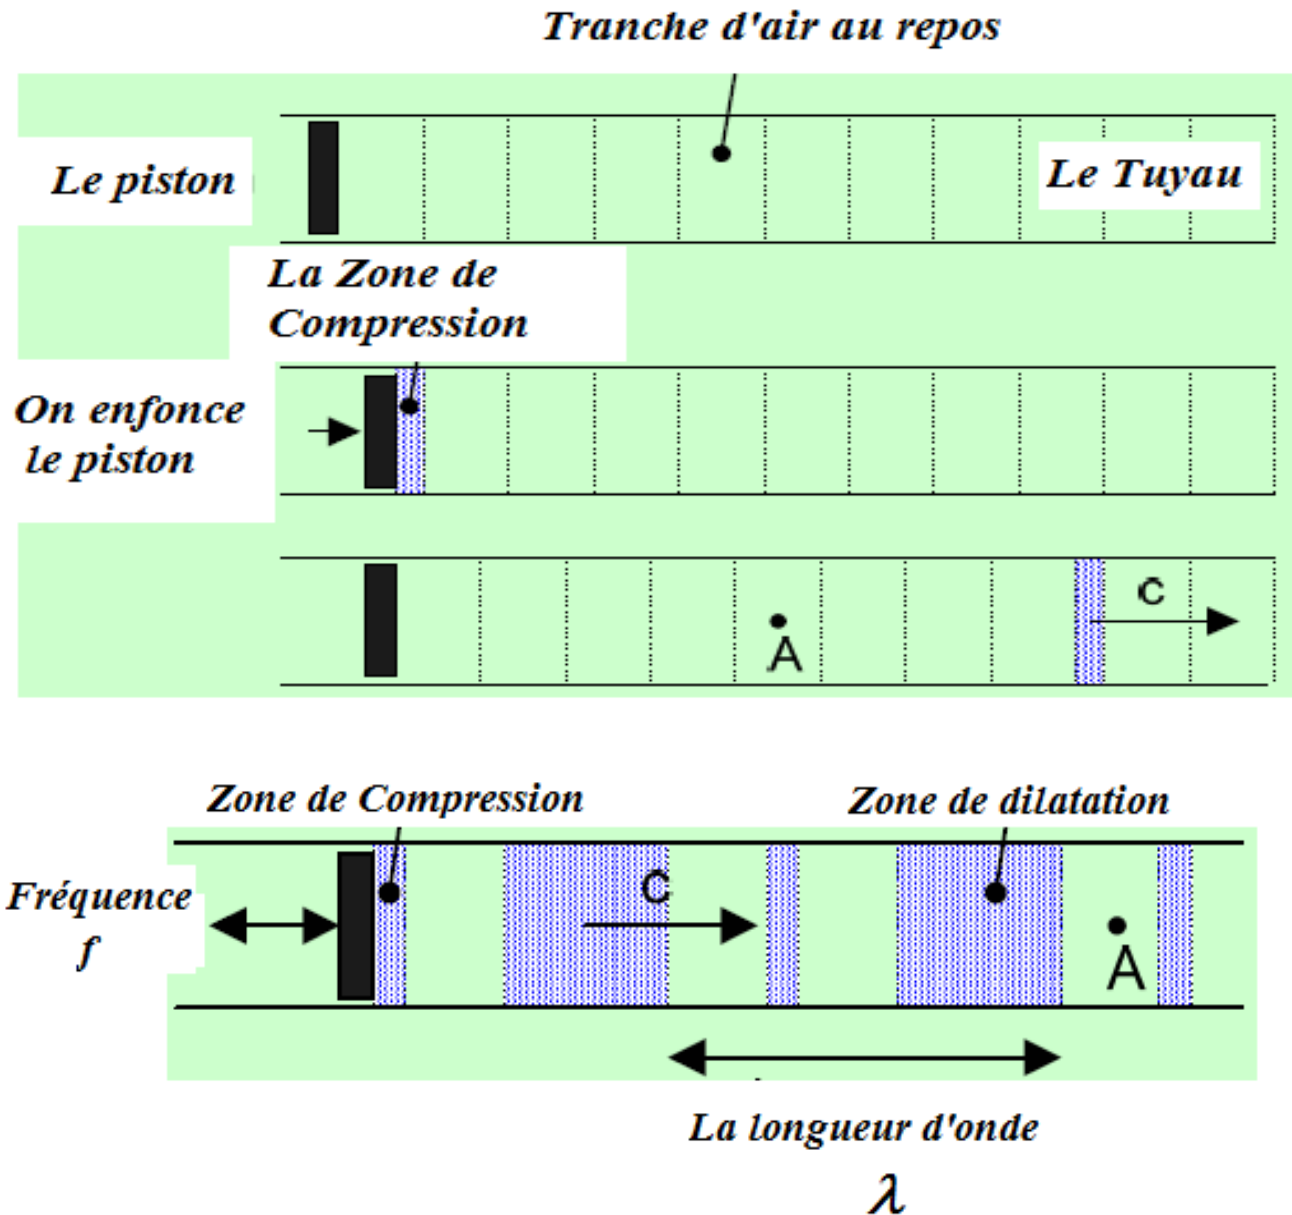

Figure 1.8 : Propagation d'onde élastique sinusoidale plane dans l'air
- **L'onde élastique dans l'air** est due à la propagation de la variation de pression, c'est-à-dire par la compression et dilatation de l'air; la figures 1.8: